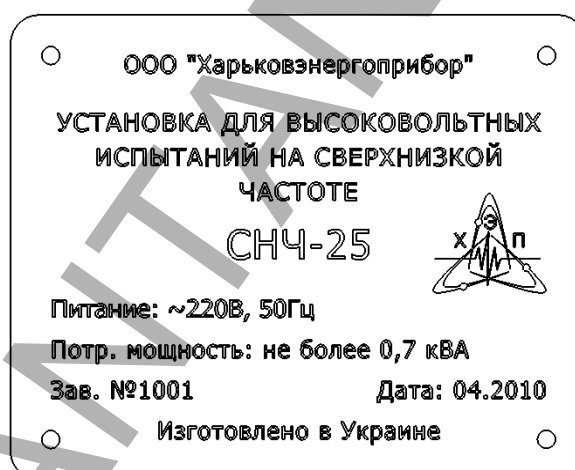

Рисунок 3 – Табличка с маркировкой (на задней стенке)
4.3.2 На задней стенке Установки внизу закреплена табличка с маркировкой (см. рисунок 3).